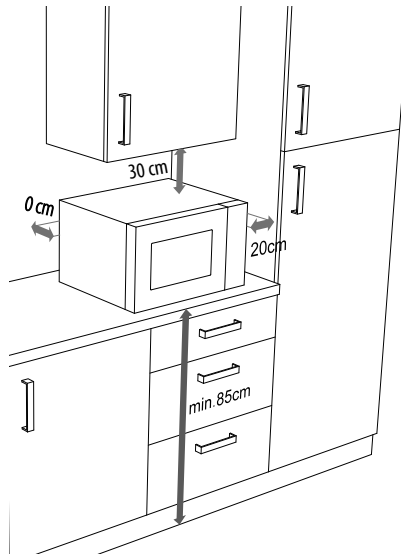

Abb. 2
- ▶ Für eine ausreichende Belüftung müssen in **Abb. 2** dargestellten Abstände eingehalten werden. Der Abstandhalter an der Geräterückseite muss die Wand berühren. Er gewährleistet den korrekten Abstand beim Aufstellen des Mikrowellenherds.
- ▶ Ziehen Sie am Türgriff (10), um die Garraumtür zu öffnen.
- ▶ Zum Entfernen von Verpackungsstaubresten und eventuellen Fertigungsrückständen wischen Sie vor dem ersten Gebrauch des Gerätes den Garraum (1) und die Innenseite des Sichtfensters (11) mit einem leicht angefeuchteten, weichen Tuch aus. Achten Sie darauf, dass keine Flüssigkeit in den Mikrowellenherd eindringt und trocknen Sie die Flächen anschließend vollständig ab.
- ▶ Reinigen Sie den Glas-Drehteller (6) und den Rollenring (7) in warmem Wasser mit etwas Geschirrpulver und trocknen Sie die Teile vollständig ab.